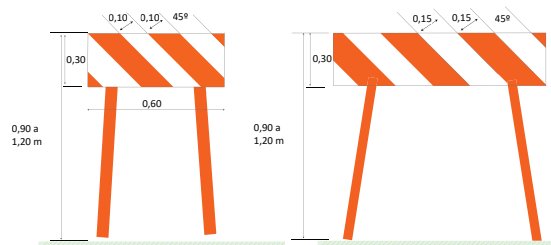
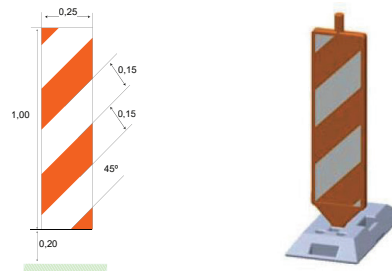
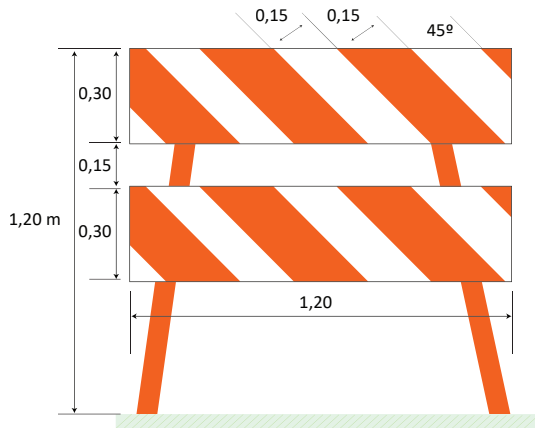

Figura 10 - Barreiras Tipo I (horizontal)
Figura 11 - Barreiras Tipo I (vertical)
Figura 12 - Barreira Tipo II
Barreira Tipo I: utilizada para transferir o fluxo de veículos para as faixas remanescentes da via ou desvios e para delimitar a área de serviços móveis, consistindo em um único painel de sinalização. Podem ter os painéis na horizontal (figura 10) ou na vertical (figura 11).
Barreira Tipo II: utilizada para transferir o fluxo de veículos para as faixas remanescentes da via ou desvios, e para delimitar a área dos serviços das obras fixas, consistindo em dois painéis de sinalização, conforme a figura 12.
1. A barreira para sinalização viária tipo I na posição horizontal (figura 10), pode ser utilizada somente em vias com velocidade máxima até 60 km/h;
2. As barreiras para sinalização viária tipo I na posição vertical (figura 11), e tipo II (figura 12) podem ser utilizadas em vias de qualquer velocidade regulamentada.